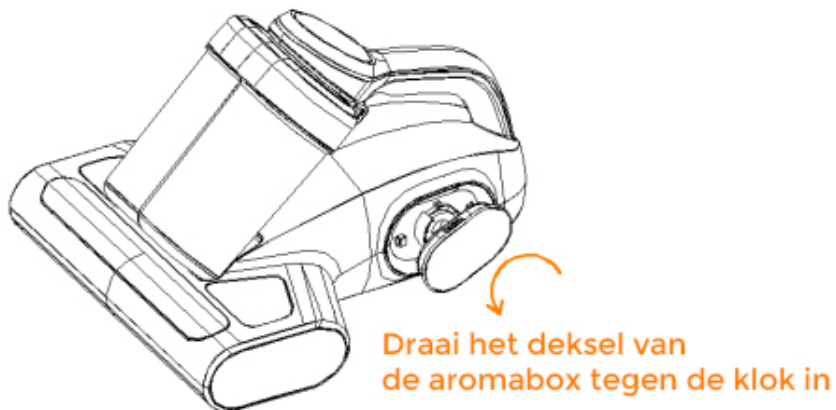

Fig.7
2. Deksel van de geurbox tegen de klok in draaien (Fig. 7).